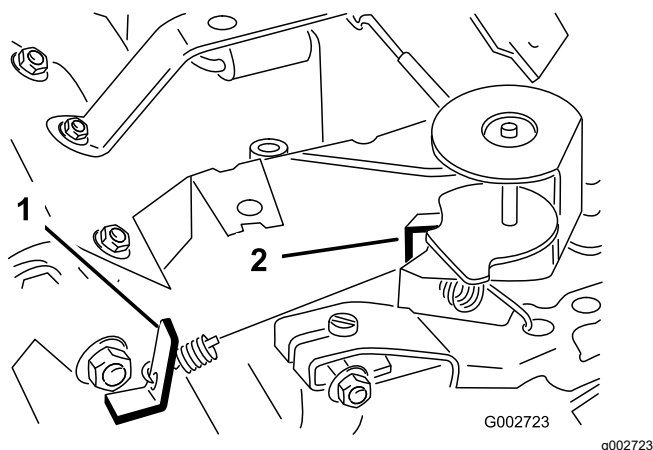

図 42
3. 調速アイドルスプリングアンカーの耳(図 42)を曲げて、エンジン速度を 1,675 1,875rpm に調整する。
6. 高速アイドルスプリングアンカーの耳(図 42)を曲げて、エンジン速度を 3,350-3,450 rpm に調整する。